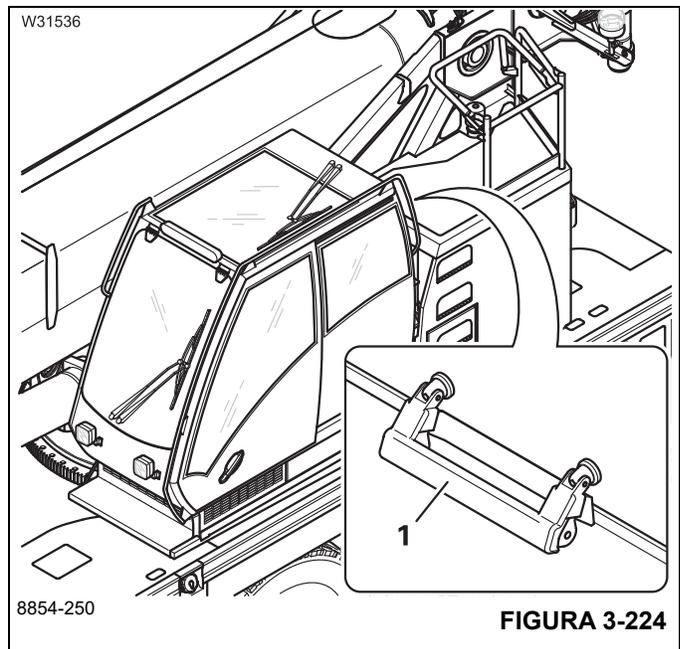

FIGURA 3-224
- Eleve la manija (1), (Figura 3-224).